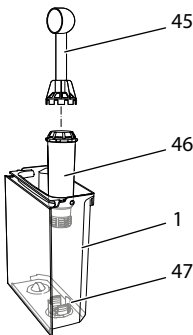

Fig. 25: Vissage/dévisage du filtre à eau
- Retirer le filtre à eau quand l'appareil y invite. (voir Fig. 25 *Vissage/dévis-sage du filtre à eau* à la page 147).